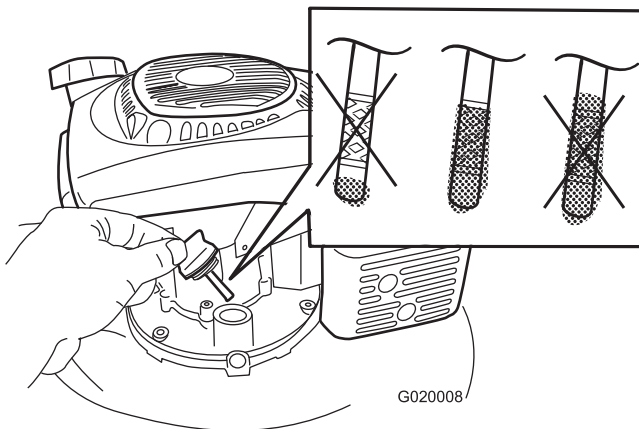

Figure 6
5. Sortez de nouveau la jauge et vérifiez le niveau d'huile (Figure 6).
2. Retirez la jauge (Figure 6) et versez de l'huile dans le tube de remplissage pour remplir le carter moteur aux 3/4.